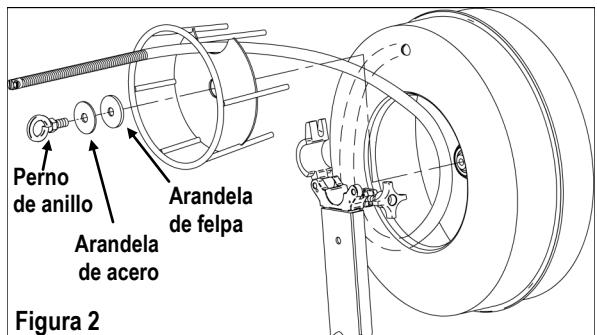

Figura 2
2. Deslice el tambor y la jaula del tambor interior sobre el eje del tambor (Ver figura 2)